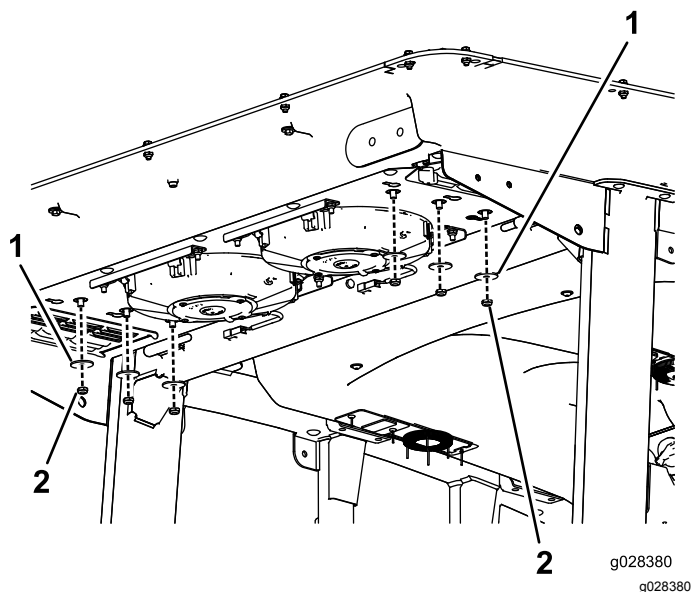

Bild 124
2. Entfernen Sie die sechs Schrauben und Muttern von der Unterseite des Kabinenhecks (Bild 124).